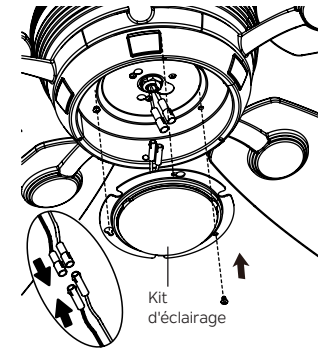

Fig. 23
**Étape 2.** Connectez les 2 connecteurs à une broche du kit d'éclairage aux 2 connecteurs à une broche de l'ensemble moteur. Connectez le fil noir au fil noir et le fil blanc au fil blanc. Placez les deux trous de fente sur le kit d'éclairage sur les 2 vis précédemment desserrées depuis la plaque d'éclairage. Faites pivoter le kit d'éclairage jusqu'à ce qu'il se verrouille en place à l'extrémité étroite des trous de clé. Fixez en serrant les 2 vis précédemment desserrées et celle précédemment retirée. (Fig. 23)